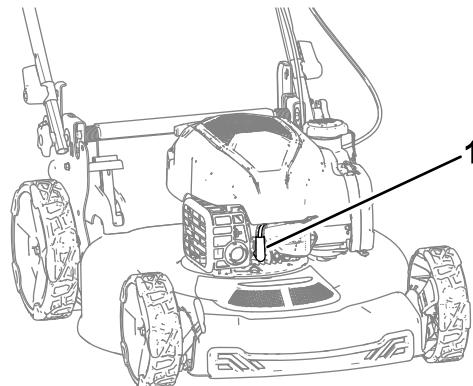

Figura 23
- Desconecte el cable de la bujía (Figura 23).